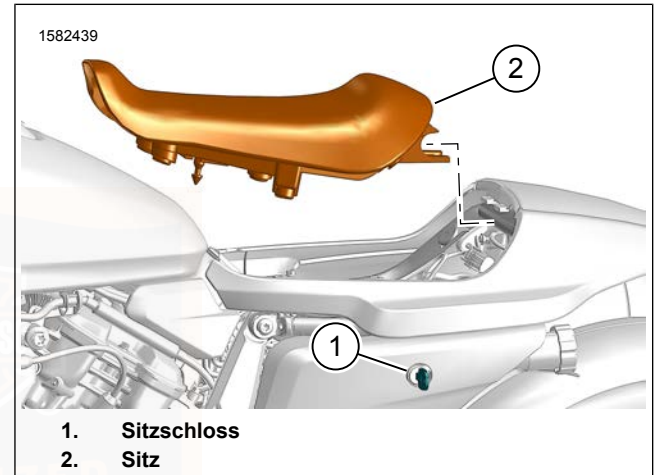

Abbildung 95. Sitz
1. Siehe Abbildung 95. Den hinteren Teil des Sitzes (2) in seine Position absenken.